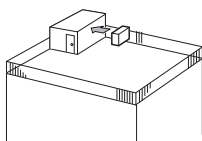

Fig. 2-4
- ① Posizionare la bocca di uscita dell'aria verso la parete più vicina, mantenendola a circa 35 cm di distanza dalla parete. (Fig. 2-4)